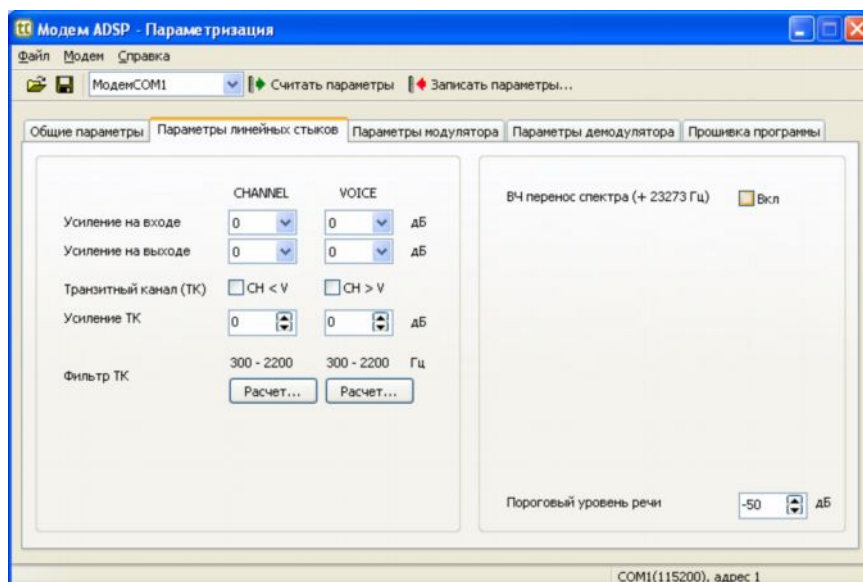

Рисунок 32 – Окно настройки параметров модема
- «Пороговый уровень речи» - -50 дБм (рисунок 32).